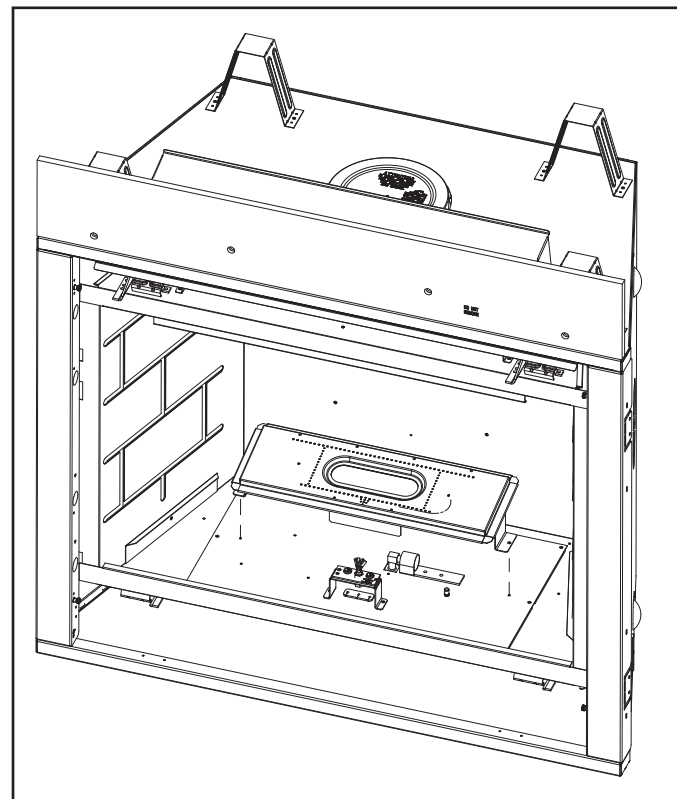

Figure 4.6 Retrait du module du brûleur
5. Retirez le brûleur en retirant les deux vis, comme indiqué à la figure 4.6. Pour dégager le brûleur de l'orifice, faites-le glisser vers la droite et soulevez-le.